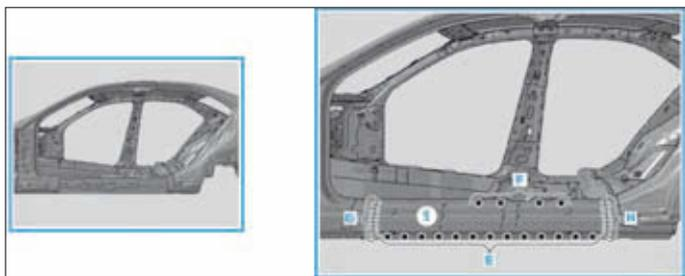

FIG. 83
- Appliquer de la colle à deux composants dans les zones hachurées (Fig.83).
- Poser le longeron latéral (3), l'ajuster et la fixer.